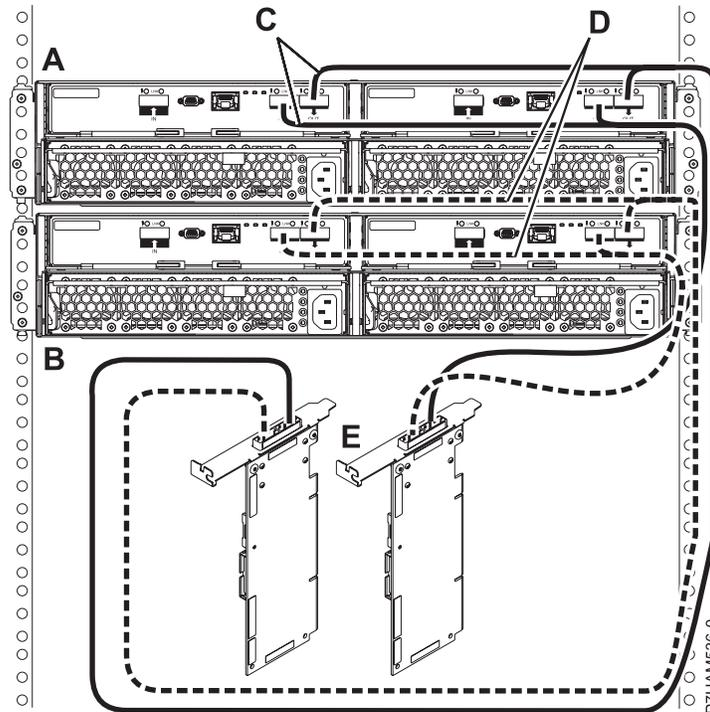

Figure 39. Connexion de mode 1 de deux boîtiers d'unité de disque 5887 via des câbles YO à une paire d'adaptateurs SAS
- Effectuez la connexion de mode 1 de deux boîtiers d'unité de disque 5887 (A et B) via des câbles YO (C et D) à une paire d'adaptateurs SAS (E). Voir figure 39, à la page 41.
- Chaque adaptateur SAS de la paire (C) peut accéder aux 48 baies d'unité.